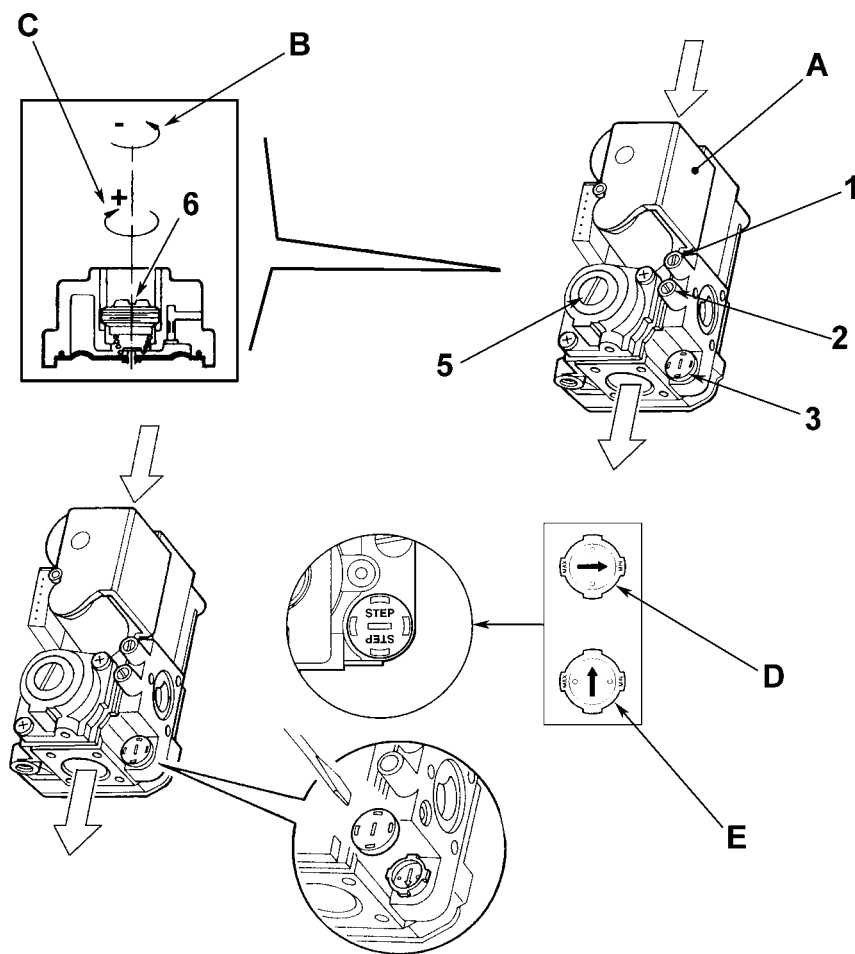

рис. 19 - Переналадка котла на другой вид газа
На котле PEGASUS D K 130 можно регулировать тепловую производительность топки и, следовательно, тепловую мощность, передаваемую воде системы отопления; это делается исключительно путем регулировки основной горелки с помощью газового вентиля (см. рис. 19). На графиках, приведенных в параграфе сар. 4.2 "Сопротивление системы", показано изменение передаваемой воде тепловой мощности в зависимости от изменения рабочего давления горелки. Возможность приведения мощности котла в соответствие с реальными потребностями отопления означает, прежде всего, снижение потерь и экономию топлива. Кроме того, при регулировке мощности, регламентированной также стандартом, котлы сохраняют значения КПД и характеристики сгорания почти без изменений.
1. С помощью небольшой отвертки снимите защитный колпак 5 вторичного привода газового вентиля рис. 19.
2. Подключите манометр к клемме давления 2 (рис. 19), расположенного после газового вентиля, затем переведите ручку термостата котла на максимум.
3. Регулируйте давление с помощью винта 6 (рис. 19) на желаемое значение, руководствуясь диаграммами, приведенными в параграфе сар. 4.2 "Сопротивление системы".
2. Снимите с газового вентиля маленький защитный колпачок 5 ( рис. 19). С помощью маленькой отвертки регулируйте "СТУПЕНЬ" розжига на основании выбранного для работы газа (G20 или G31); установите защитный колпачок на место.
- Спустите воздух из газопроводных труб через штуцер отбора давления 1 газового вентиля ( рис. 19).